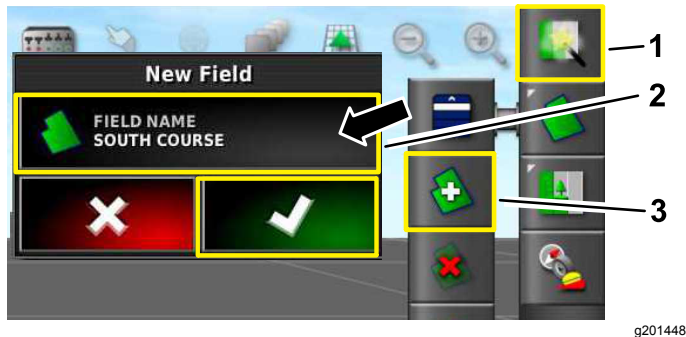

Bild 3
2. Wählen Sie den Bereichsnamen, benennen Sie den Bereich und bestätigen Sie (Bild 3).